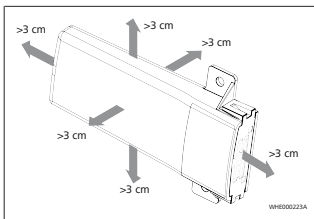

図5
- ThermoConnect TCon2の各面は金属面から少なくとも3cmの間隔を保持しなければなりません。図5を参照。